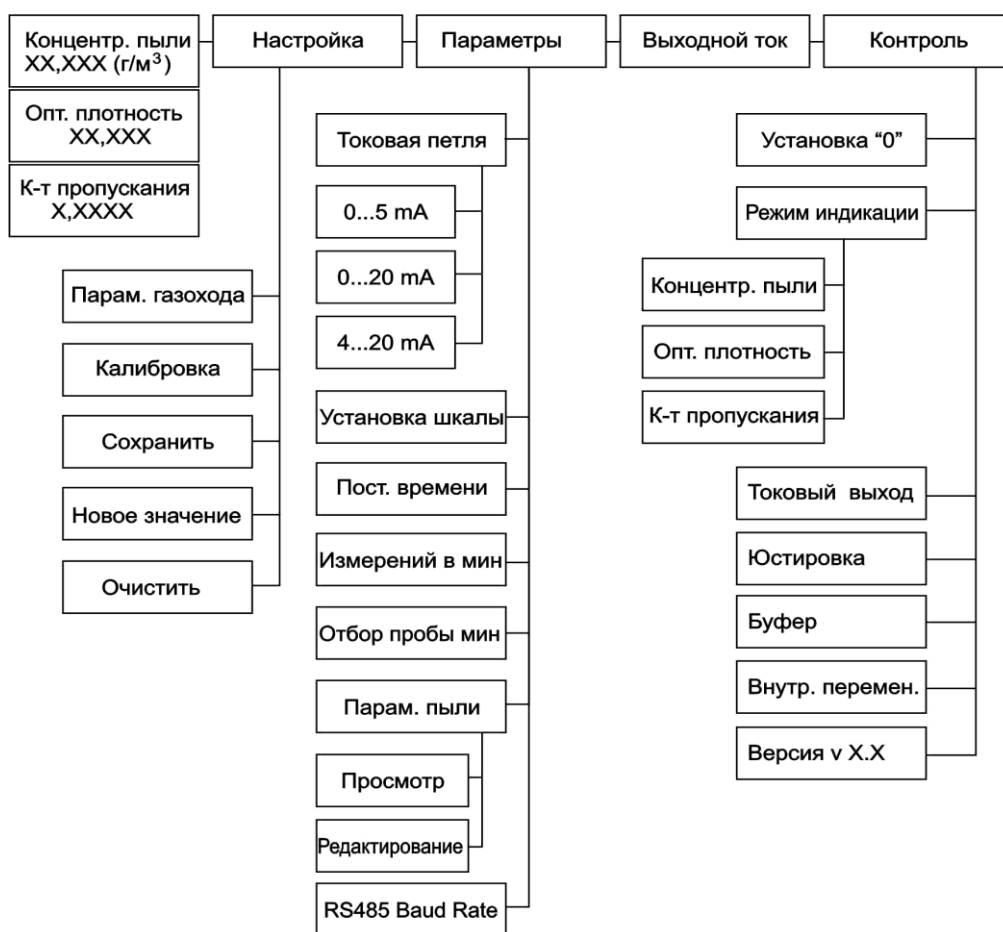

Рисунок 5. Меню анализатора
Меню прибора показано на рис. 5. После включения, прибор находится в пункте «Концентр. пыли» главного меню, и индицирует на дисплее текущее значение концентрации пыли. Три из пяти пунктов главного меню имеют подменю, которые в свою очередь имеют меню более низких уровней. Для того чтобы попасть в подменю, необходимо находясь в соответствующем пункте главного меню нажать клавишу «ВВОД». Переход из одного пункта подменю в другой осуществляется клавишами «→» или «←». Для того, чтобы открыть пункт меню, нужно нажать клавишу «ВВОД». Нажатие клавиши «СБРОС» возвращает прибор на одну ступень выше.
2. Включить тумблер «Сеть», после чего на дисплее высветится бегущее сообщение, его можно прервать, для чего необходимо нажать и удерживать любую клавишу до исчезновения сообщения, если этого не делать, само оно пропадает через 5 минут после включения. После этого на дисплее высветится пункт меню «Концентр. пыли». Структура меню показана на Рис. 5.